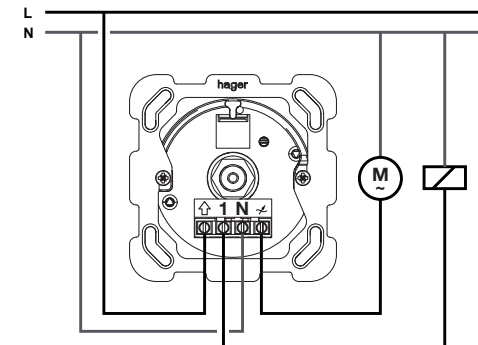

Figura 2: schema di collegamento
- Collegare il regolatore a giri (1) secondo lo schema di collegamento (figura 2).
- Collocare il telaio (4) e il pezzo centrale (5) e avvitarli tramite il dado filettato (6).